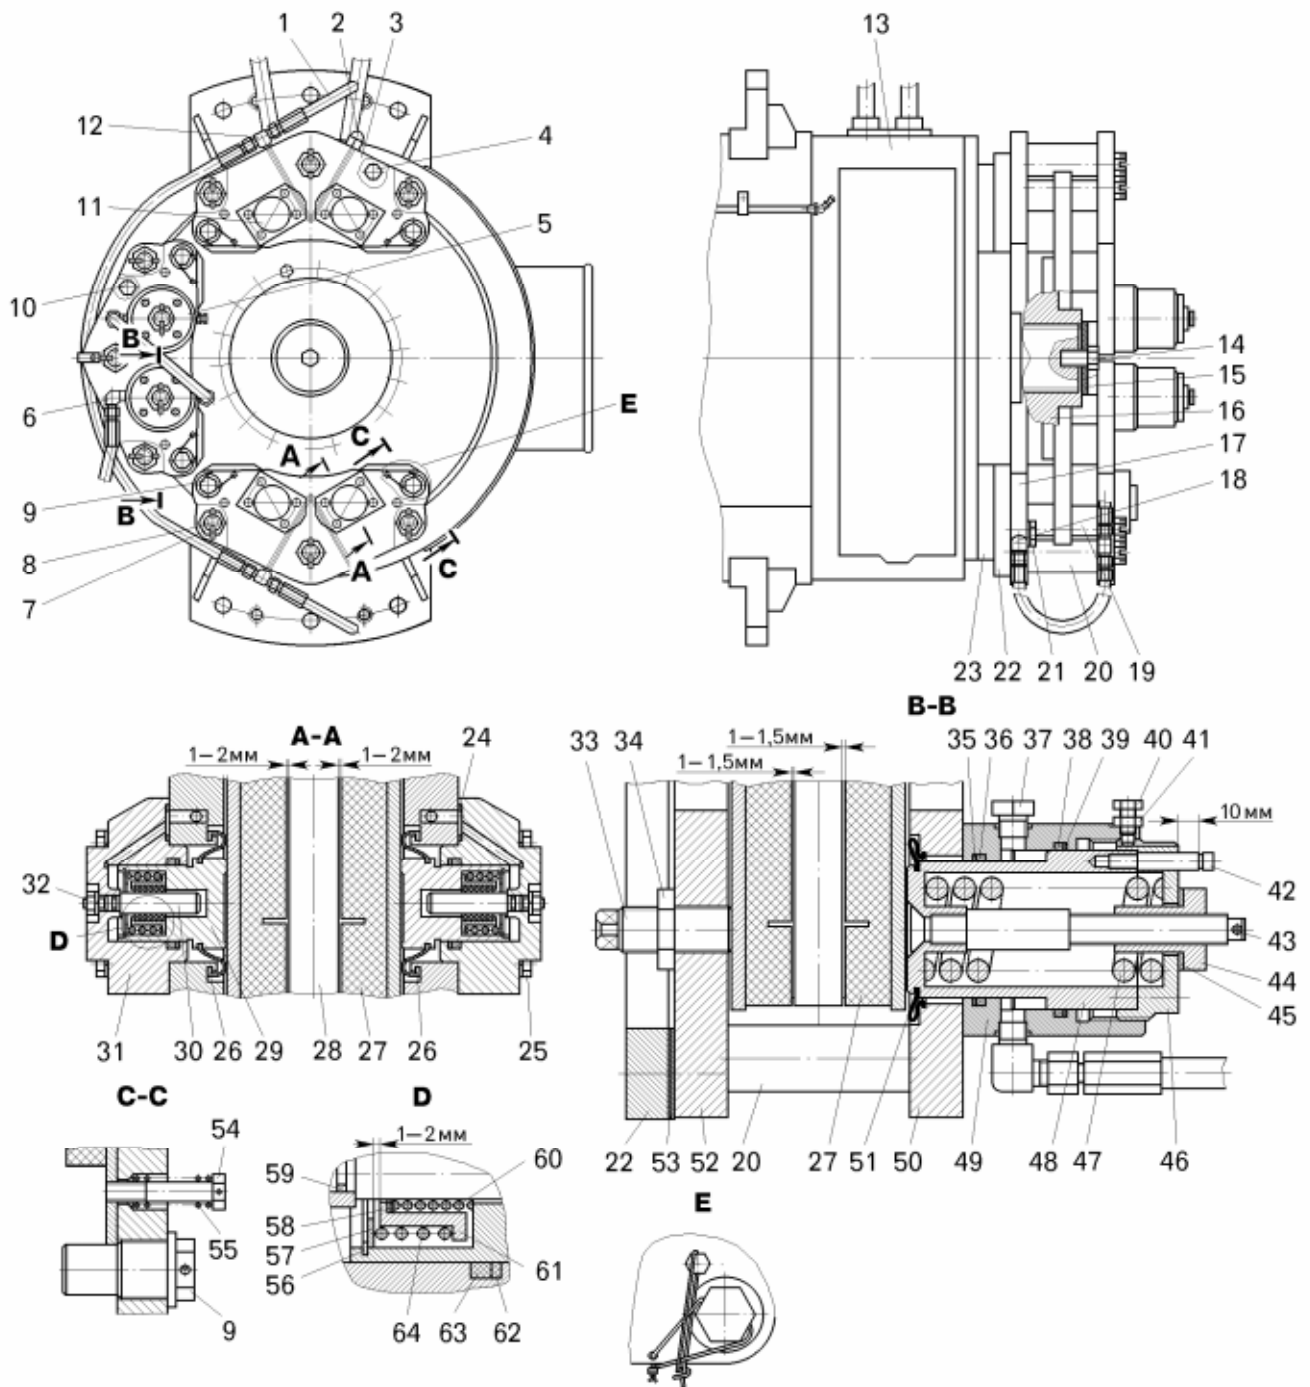

Рисунок 10.2 – Тормозные механизмы задних колес и стояночного тормоза:
На подшипниковом щите каждого тягового электродвигателя 13 (рисунок 10.2) смонтировано два рабочих тормоза через кронштейны 22 и 23. Рабочий тормоз состоит из двух щек 3 и 17, которые стянуты шпильками 8 через вставки 19 и опоры 20. К щекам крепятся восемь цилиндров 11 (по четыре с каждой стороны), внутри которых установлены поршни 29. Поршень по наружному диаметру уплотняется резиновым кольцом 63 с защитной шайбой 62, а муфта 26 защищает от попадания грязи на рабочую поверхность поршня. Цилиндры между собой соединены внутренними каналами для подвода рабочей жидкости под поршень.
- снять все рукава высокого давления 1 (рисунок 10.2);